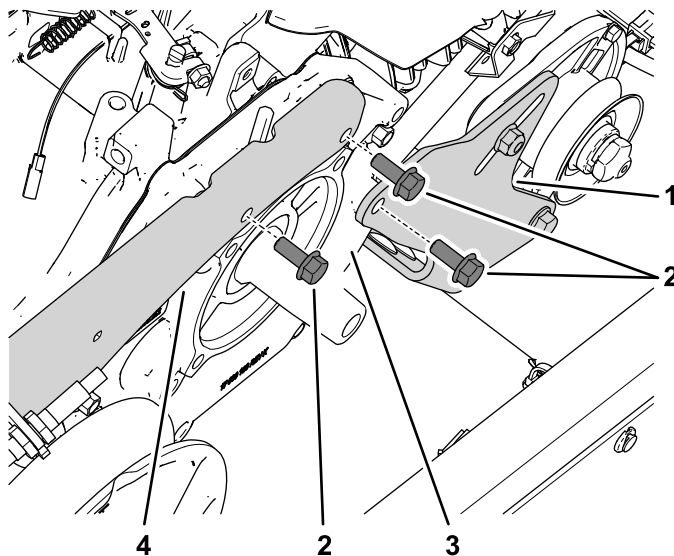

図 4
8. スパナバーをエンジンに固定している2本のフランジヘッドボルトを取り外す 図 4。
9. スターター/ジェネレータブラケットをエンジンに固定しているフランジヘッドボルトを取り外す 図 4。